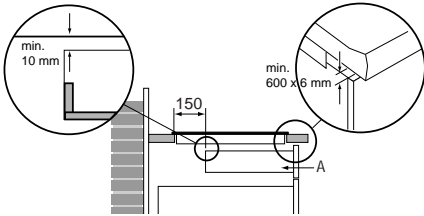

Abb. 11: Lade unter Induktionskochfläche
- Bei einer Schublade ist an der Vorderseite für einen Spalt von mindestens 560 x 6 mm zu sorgen (siehe Abb. 11). **Achtung:** eine Schublade darf die Lüftungsöffnungen an der Unterseite des Gerätes nicht abschließen.
- Der Abstand zwischen Schublade A und dem Kochfeld muss mindestens 10 mm betragen. Bei einer festen Blende sind keine zusätzlichen Anpassungen für die Entlüftung erforderlich (siehe Abb. 11).